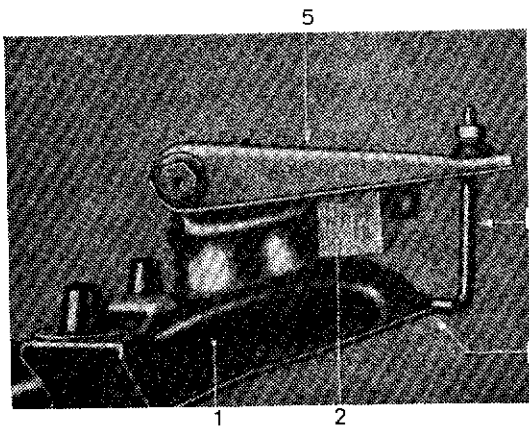

Fig. 65. — Positionnement du triangle supérieur avant serrage des bagues
- Placer une cale de bois de 50 mm entre le triangle et la traverse et maintenir le triangle à l'aide du crochet SW-321 (voir figures 65, 66 et 67).